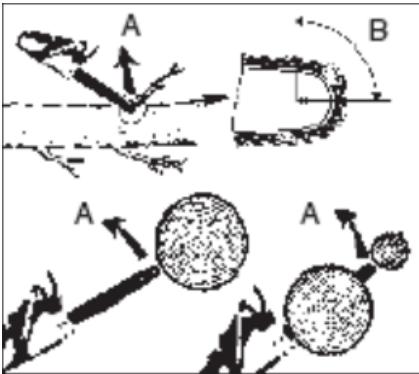

Abb. 2
Montage von Sägeblatt und Sägekette (Abb. 2 - 6)
- (Abb. 2) Den Knopf der Kettenabdeckung gegen den Uhrzeigersinn drehen. Den Knopf und die Manschette entfernen.
Dreh-Rückschlag (Abb. 2)